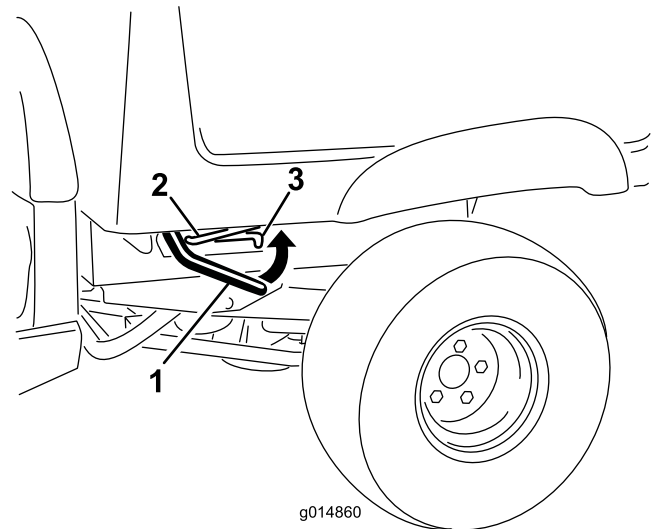

Figura 12
1. Com a alavanca em cada um dos lados, levante a caixa (Figura 12).
2. Prenda a caixa com a barra de apoio na ranhura de bloqueio (Figura 12).